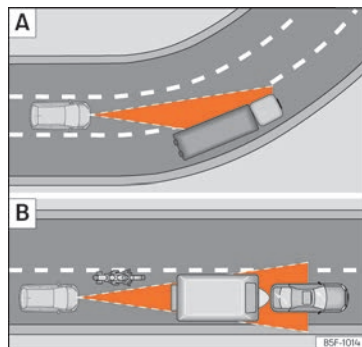

Abb. 171 [A] Fahrzeug in einer Kurve. [B] Vorausfahrender Motorradfahrer außerhalb des Erfassungsbereichs des Radarsensors.
Es ist möglich, dass die ACC das vorausfahrende Fahrzeug in der Kurve nicht erkennt oder die Entfernung mit Fahrzeugen, die sich auf anderen Fahrspuren befinden, einstellt » **Abb. 171** [A].
- » **Abb. 171** [B]